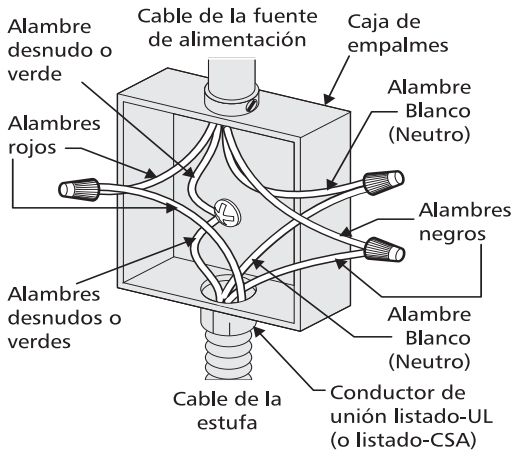

Figura 3 - Sistema eléctrico de 4 alambres (ejemplo caja de empalme)
Donde los códigos locales NO permitan conectar el conductor de puesta a tierra del electrodoméstico al neutro (blanco), o si está conectado con un sistema a 4 alambres (vea figura 3):
3. En el disyuntor, caja de fusibles o la caja de distribución: conecte el artefacto y los cables de la residencia como se muestra en la figura 3.